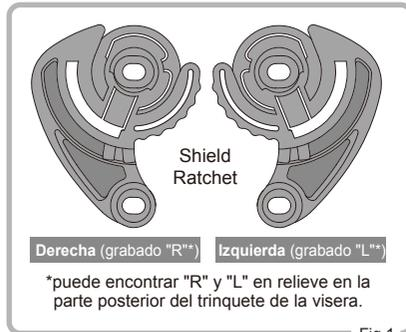

Fig.1
- 1 En primer lugar, compruebe el lado del trinquete de la visera como se muestra en la Fig.1.